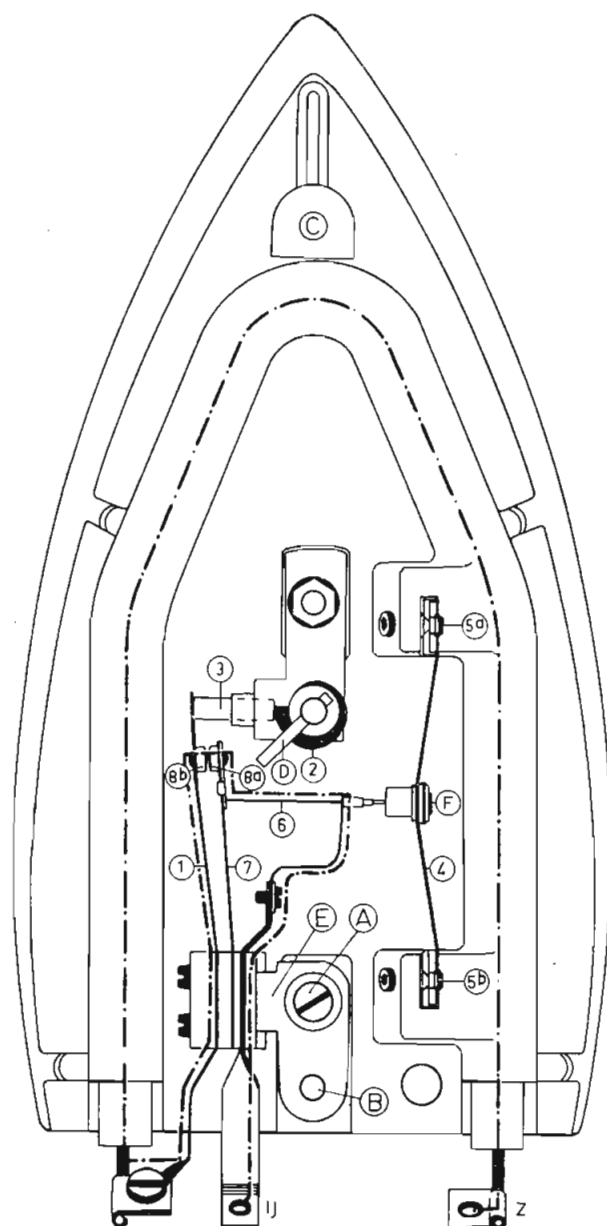
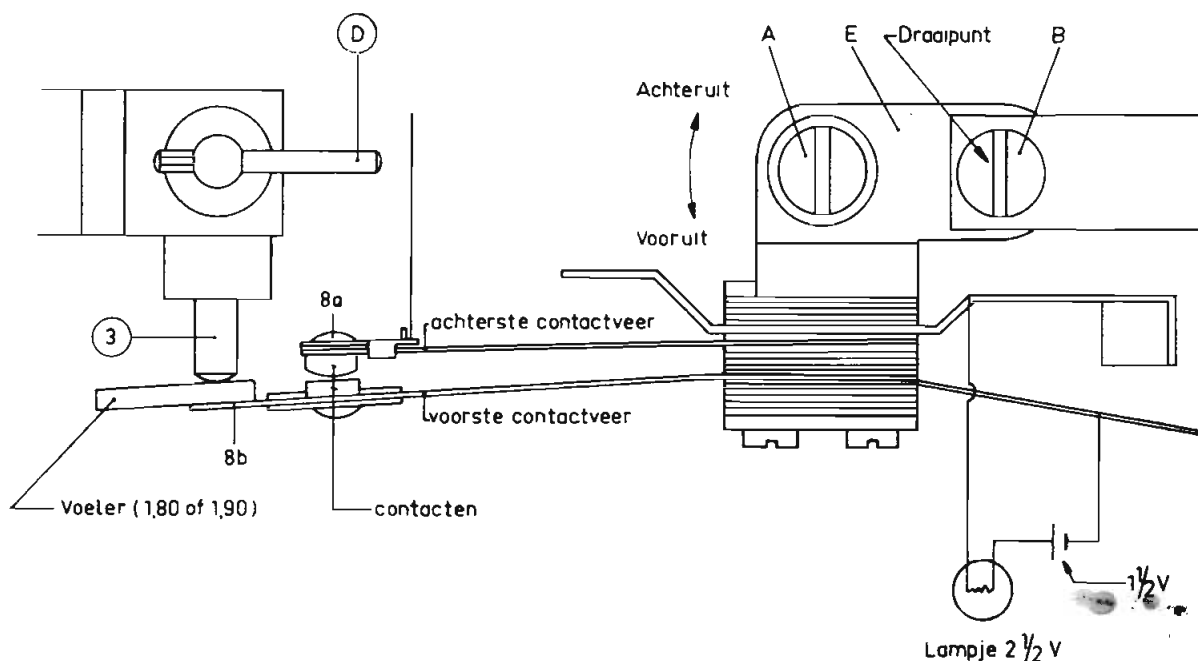

fig. 1
fig. 4
De werking van een thermostaat berust, zoals u bekend zal zijn, op het verschil van uitzettingscoëfficiënt van twee metalen bij gelijke toename van de temperatuur. Ook de thermostaat van de Philips snelstrijcker berust op dit principe. Een bijzonderheid is hierbij echter, dat de zoolplaat zelf dienst doet als een van de metalen van het bimetaal, terwijl het andere metaal wordt gevormd door een strip, welke in fig. 1 is aangeduid met het cijfer (4). In deze figuur is er van uitgegaan dat de temperatuurkiesschijf op een willekeurige stand staat ingesteld. De nokkenschijf (2) welke, via de stift (D), met de kiesschijf is verbonden, geeft, via een andere (keramische) stift (3) een bepaalde stand aan de contactstrip (1).
Voordat de zoolplaat en het bovenste gedeelte van de snelstriker weer aan elkaar worden bevestigd, moet de meenemer D (fig. 1) van de temperatuurinstelling van de thermostaat zo worden gedraaid, dat de pen naar links wijst, als de punt van de zoolplaat naar voren, met andere woorden van u af wijst.
Dit laatste kan een enkele maal nodig blijken te zijn b.v. als de keramische pen (3) (zie fig. 1 en fig. 4) in het geleidebuisje zou blijven haken. De instelunit dient in het geval dat het bovenstaande mocht optreden, in zijn geheel te worden vervangen door een nieuwe unit (codenummer A 4 761 39).
Voor het verwisselen van de instelunit behoeft slechts een moer te worden losgedraaid (zie fig. 1) waarna de zich hieronder bevindende afstandsbuis en de unit van de zoolplaat kunnen worden verwijderd.
De thermostaat moet thans opnieuw worden afgeregeld, om de juiste temperatuurinstellingen te verkrijgen. Draai daartoe de twee bouten (A en B), waarmee de beugel E van de veergroep op de zoolplaat is bevestigd losvast (fig. 4).
Hiervoor kan natuurlijk ook gebruik worden gemaakt van een Ohmmeter. Controleer nog, alvorens tot de definitieve afregeling over te gaan, of de isolator F met de kraag aanligt tegen de strip (4) (zie fig. 1).
Plaats thans een voeler van 1,8 mm tussen de keramische stift 3 en de voorste contactveer (8b). Het lampje, aangesloten zoals op de tekening in fig. 4, mag nu niet branden. Verdraai nu de beugel E zover naar achter, dat het lampje *juist* gaat branden. Plaats vervolgens een voeler van 1,9 mm tussen de stift D en de contactveer, waarbij het lampje *niet* meer mag branden. Draai hierna de beugel E stevig vast, met behulp van de schroeven A en B. Let hierbij op dat de beugel en hiermede het veerpakket niet verschuift, waardoor de afregeling zou worden verstoord. Controleer nogmaals met behulp van de voelers, op de zo even beschreven manier, of de